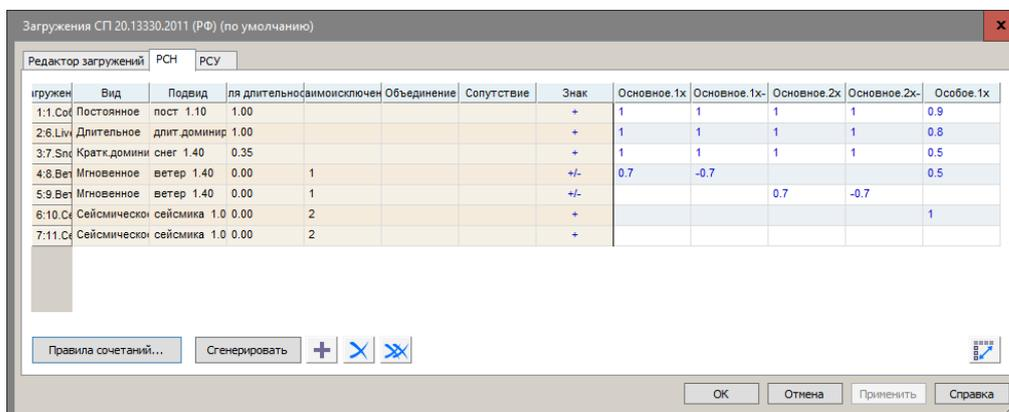

Рис.15.33. Создание расчетных сочетаний нагрузок (РСН)
- Перейдите на вкладку **Расчетные сочетания нагрузок - РСН** (рис.15.33) щелчком по ней.